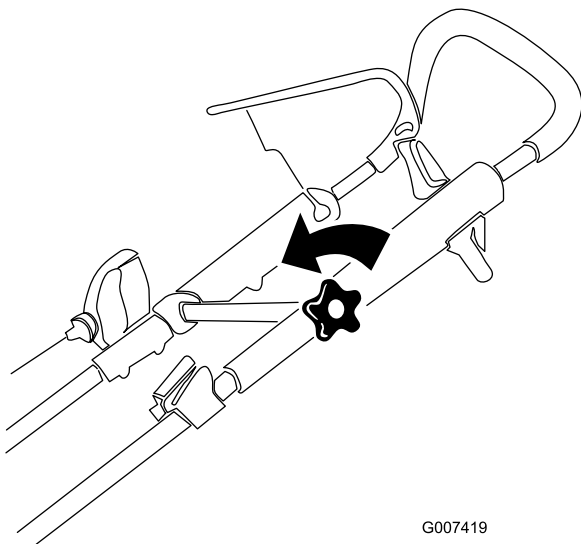

Figure 18
1. Desserrez le bouton de la partie supérieure du guidon (Figure 18).